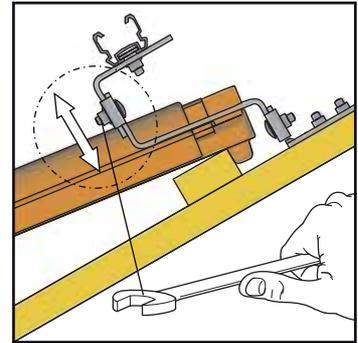
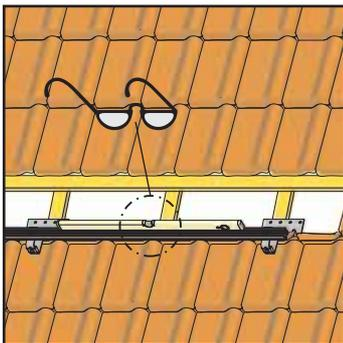

Figure 3-12 Réglage de la hauteur des crochets
Figure 3-13 Alignez les profilés horizontalement selon le raccordement ou avec une légère inclinaison
12. Alignez le rail en hauteur (Figure 3-12 et Figure 3-13).